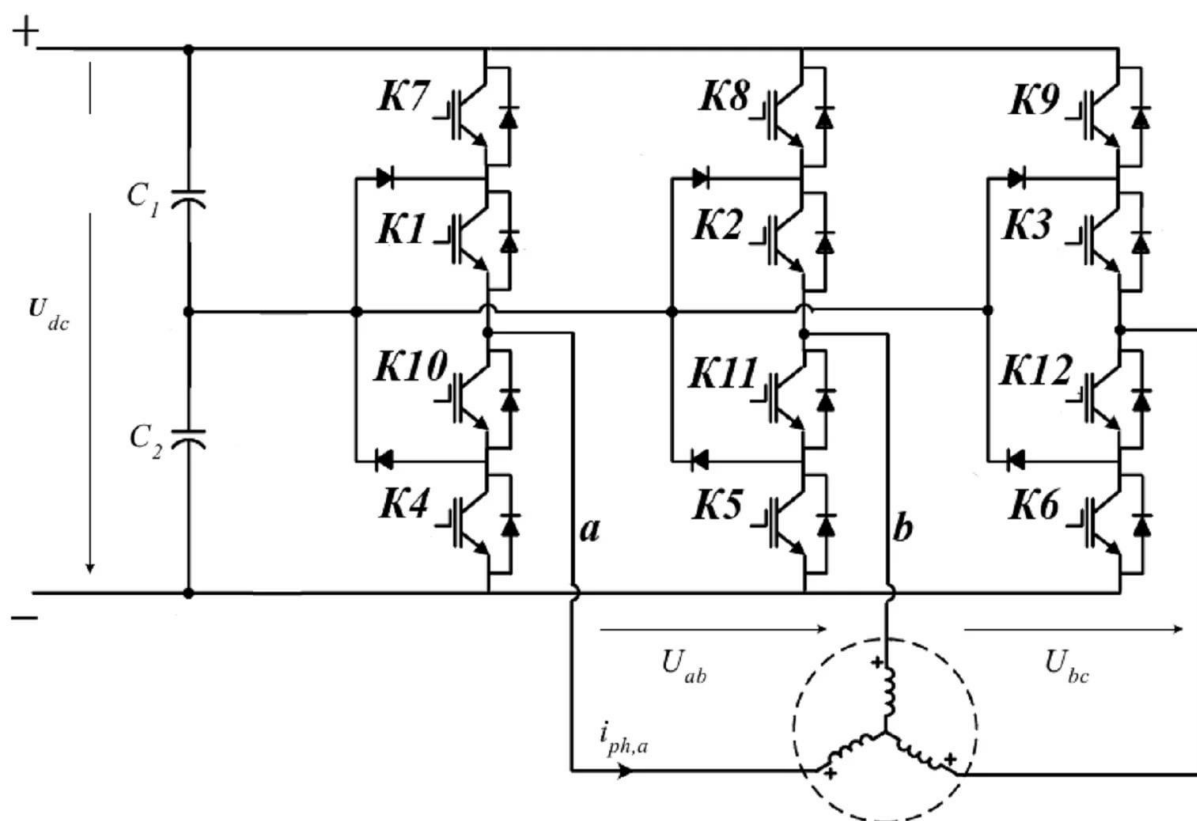

Рис. 2.1. Электрическая принципиальная схема трёхуровневого трёхфазного автономного инвертора напряжения
В настоящее время всё чаще применяются трёхуровневые преобразователи напряжения в системах Smart-Grid для преобразования постоянного напряжения в трёхфазное. В качестве электроприёмников применяются различные исполнительные механизмы. Лабораторная работа посвящена исследованию асинхронного электропривода насоса, питающегося от трёхуровневого трёхфазного автономного инвертора напряжения (рис. 2.1).
2.2.2. Собрать в среде Matlab Simulink силовую схему трёхфазного трёхуровневого автономного инвертора напряжения (рис. 2.1).
4. Снимки экрана с имитационной моделью силовой схемы и системы управления (подобны рис. 2.1, 2.2 настоящего пособия).